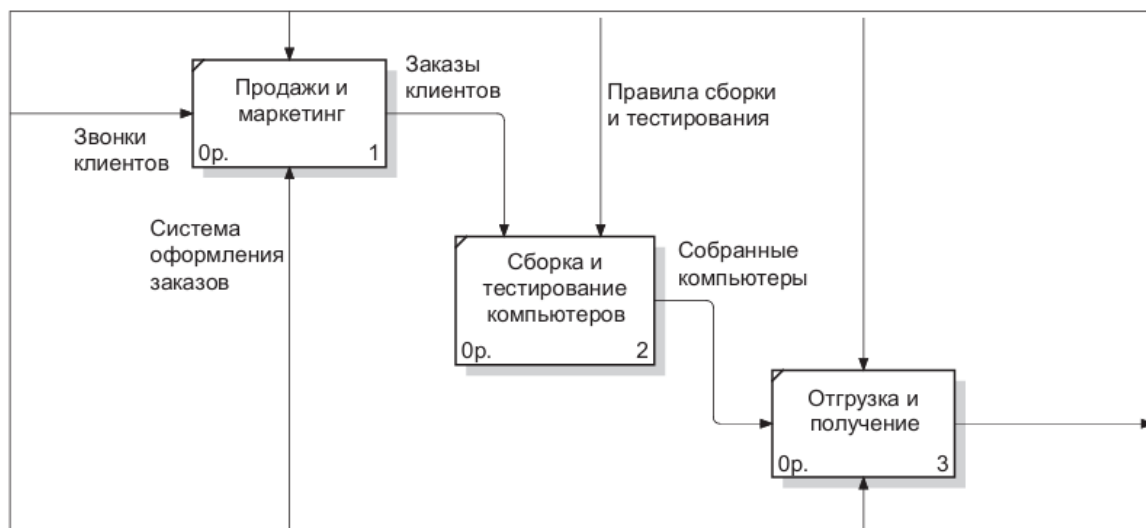

Рисунок 3 - Внутренние стрелки на диаграмме A0
3.4. Создайте новые внутренние стрелки, как показано на рисунок 3.